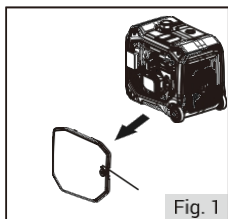

Fig. 1
1. Scoateți capacul (fig. 1 - 1).